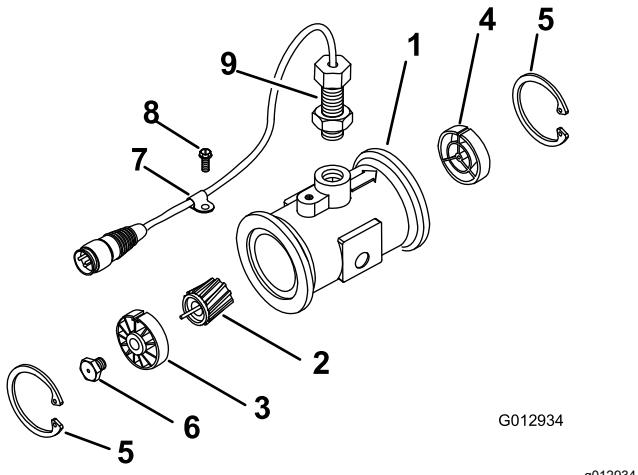

Figura 100
- Rimuovete l'anello di ritenuta sul lato a monte (Figura 100).